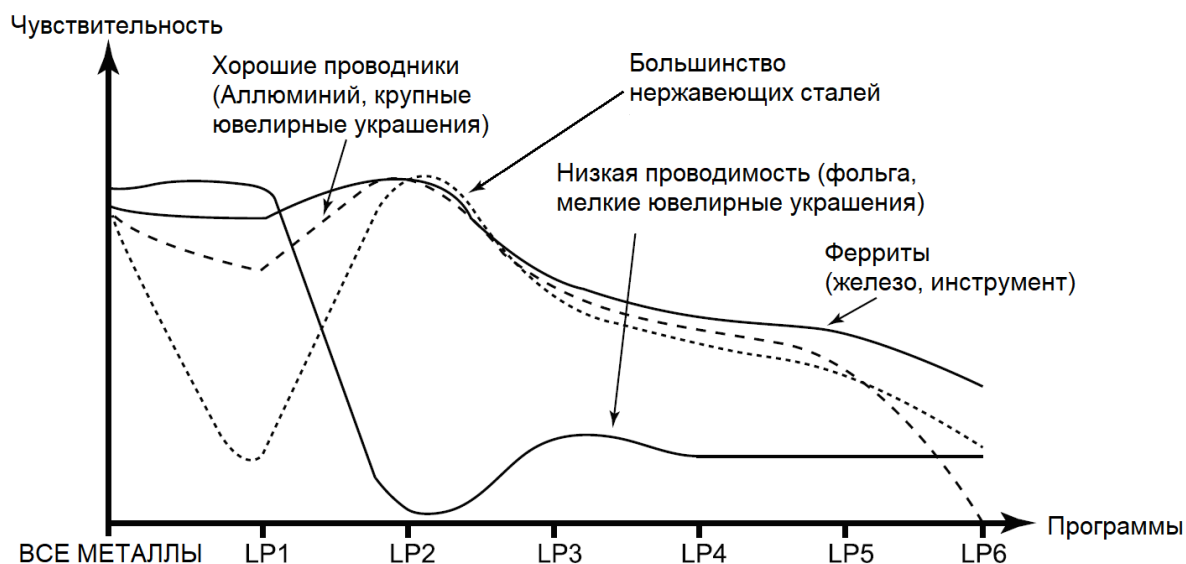

Рисунок 21 Диаграмма чувствительности для программ Все металлы и Антикража
8. Все металлы, 9. Антикராжа 1 10. Антикராжа 2 11. Антикராжа 3 12. Антикராжа 4 13. Антикராжа 5 14. Антикராжа 6	Программы Все металлы и Антикராжа используются для выявления металлов с высокой до низкой проводимости и/или от немагнитных до магнитных металлов. Аниткража1 предназначена для обнаружения всех металлов от немагнитных до магнитных, таких как драгоценности, компоненты компьютеров и большинство монет. А Антикராжа 2 подобна Антиккража 1, но игнорирует металлы с низкой проводимостью, такие как фольга сигаретных пачек или жевательных резинок, а также ключи. Программы Антиккража 3 – Антиккража 6 предназначены для обнаружения изделий, которые являются менее проводящими и более магнитными (с большим содержанием железа). Например, Антиккража 3 – Антиккража 5 обнаруживают большинство оружия. Антиккража 6 обнаруживает стальные инструменты. Умеренно низкий трафик. Различия между программами Антиккража отображены на рисунке ниже (Рисунок 21).